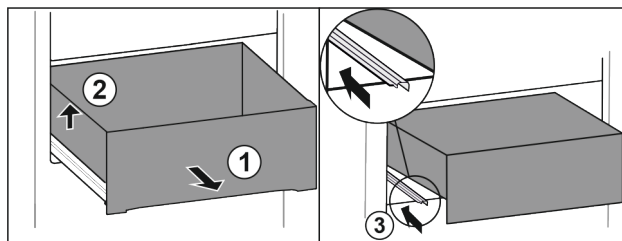

Fig. 96
- Predal izvlecite do omejevala. Fig. 96 (1)
- Dvignite predal levo. Fig. 96 (2)
- Vstavite levo vodilo. Fig. 96 (3)